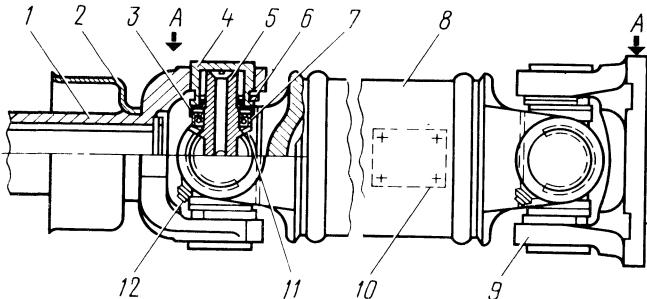
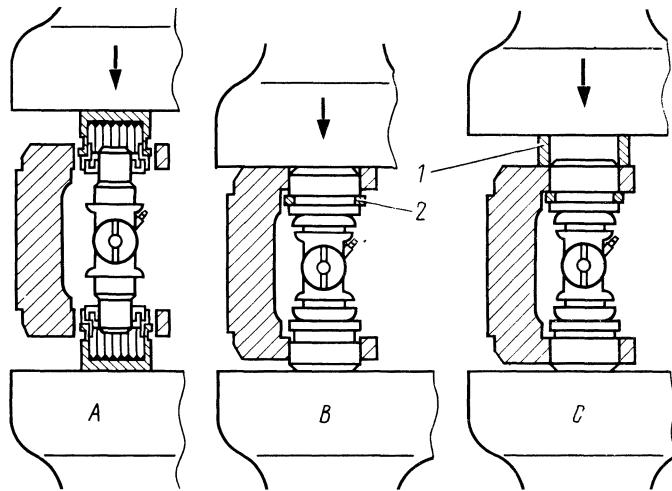

Рис. 112. Карданская передача:
Рис. 117. Последовательность сборки карданного шарнира:
Карданская передача (рис. 112) состоит из полого вала, имеющего два шарнира. Передний шарнир заканчивается скользящей вилкой, которая шлицевым отверстием надевается на вторичный вал коробки передач, а наружной поверхностью входит в сальники и центрирующую втулку удлинителя коробки передач.
Перед демонтажом вала необходимо сделать метки взаимного углового положения скользящей вилки и вала коробки передач. Метки удобнее делать краской на отражателе скользящей вилки и удлинителе коробки передач. После отвертывания болтов крепления фланца карданного вала к фланцу заднего моста необходимо разъединить фланцы (без ударов по трубе). Допускаются легкие удары молотком в местах, указанных на рис. 112. А затем вал вынуть из коробки передач и поставить новую метку на торце вторичного вала.
2. Ввести крестовину во фланец (в вилку) и, соблюдая положение масленки по рис. 112, вставить в отверстия ушек подшипники, надевая их на шипы крестовины (рис. 117, А). При запрессовке следить, чтобы крестовина свободно проворачивалась и перемещалась вдоль своей оси.
3. Сжать подшипники до упора, пока один из подшипников не запрессуется заподлицо с торцом ушка (рис. 117, В).
5. Приставить кольцо 1 к торцу ушка фланца (вилки) со стороны запрессованного подшипника и сжать шарнир настолько, чтобы стопорное кольцо дошло до внутреннего торца ушка (рис. 117, С).
7. Ввести фланец с крестовиной в проушину вилки, приваренной к трубе так, чтобы масленки стояли в одной плоскости и были расположены согласно рис. 112.
местам, допускающим удары (см. рис. 112), добиться снижения усилия поворота.